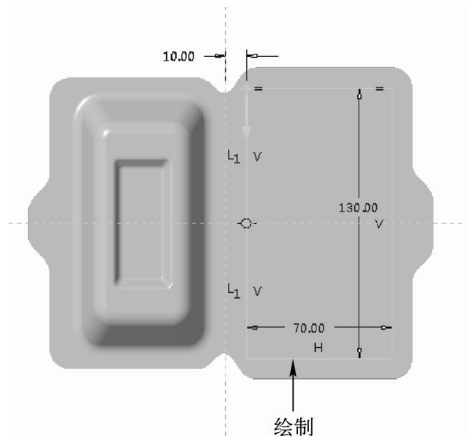

图 16-32 绘制草绘截面四
STEP 14 使用“混合”命令，选择“RIGHT”基准平面作为草绘平面，绘制草绘截面，如图 16-32 所示。